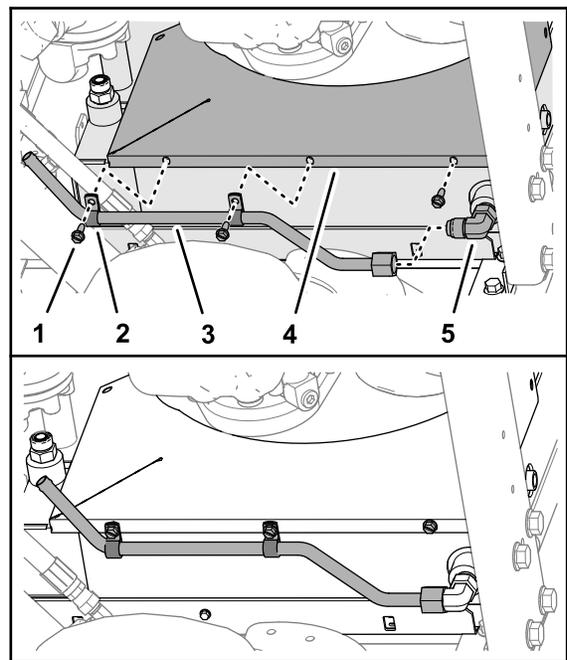

Bild 34
2. Montieren Sie die beiden Stützklemmen am Ölzulaufrohr (**Bild 34**).
3. Schrauben Sie die Überwurfmutter des Rohres auf das 90°-Anschlussstück (**Bild 34**).
4. Befestigen Sie die Klemmen, das Rohr und die untere Verkleidung am Kühler/Ölkühler (**Bild 34**) mit drei Blechschrauben ($\frac{1}{4}$ " x $\frac{3}{4}$ ").